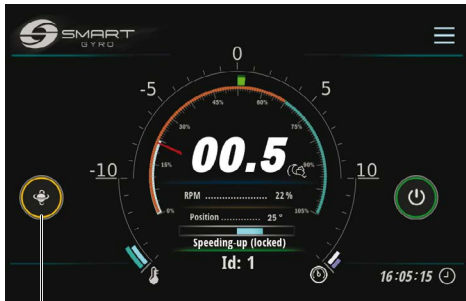

Abbildung 6
6. Während der Beschleunigung des Schwungrads und solange die Geschwindigkeit unter 55 % der Höchstgeschwindigkeit bleibt, ist die Präzession nicht erlaubt und der Kreis um das Präzessionsymbol (Abbildung 6, (1)) ist gelb.